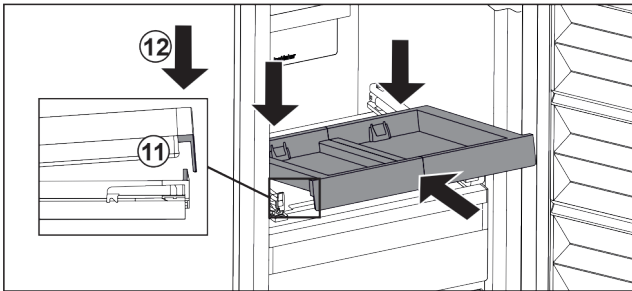

Fig. 33
- ▶ Вставити навкоси. Звертайте увагу, щоб з обох боків упор був за накладкою. Fig. 33 (11)
- ▶ Витяжну панель опустити спереду. Fig. 33 (12)